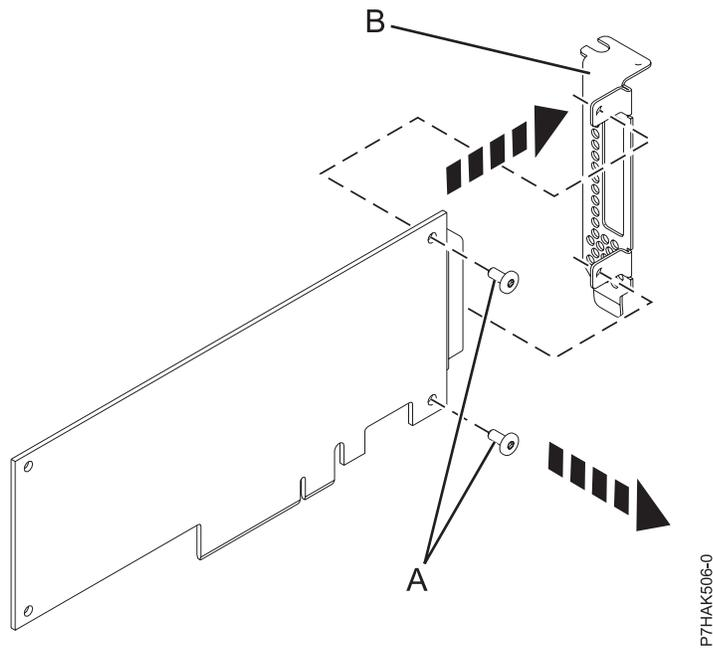

Abbildung 10. Ausbauen eines kurzen Adapterkassettenhalters aus dem fehlerhaften PCI-Adapter
4. Entfernen Sie mit einem Kreuzschlitz-Schraubendreher die beiden Schrauben (**A**), mit denen der Adapterkassettenhalter (**B**) am fehlerhaften PCI-Adapter befestigt ist (siehe Abb. 10 auf Seite 24).